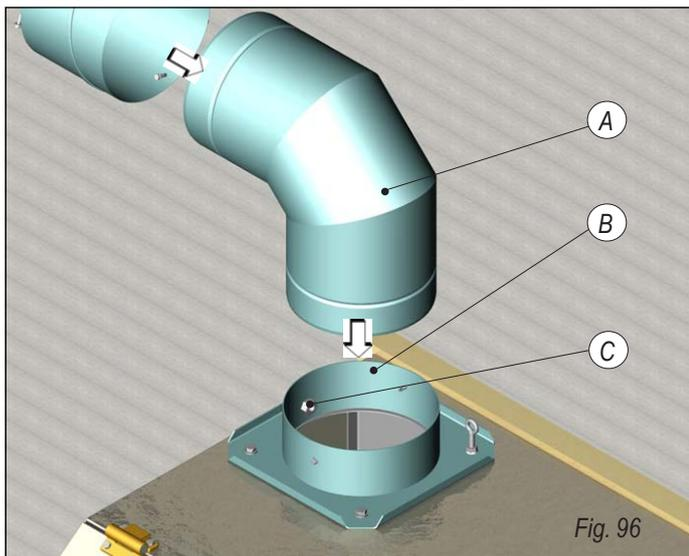
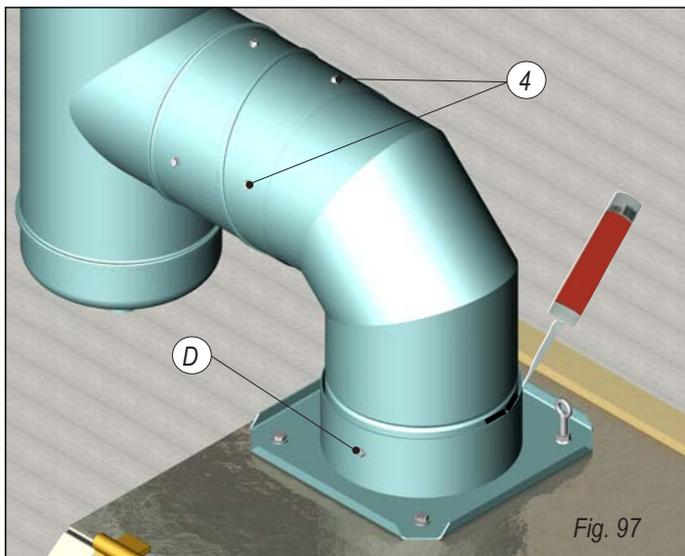

Fig. 96
Fig. 97
Introducir la curva (A) en la conexión conducto de descarga gases quemados del generador (B) hasta la tuerca toma prueba combustión (C), véase la fig. 96. Sigilar la curva en la conexión conducto de descarga gases quemados del generador y las otras uniones con silicona. Fijar todas las uniones con 4 tornillos autopercutores, véase la fig. 97.